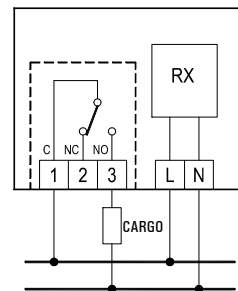

Fig. 7
- 6 Realizar las conexiones eléctricas siguiendo el esquema de conexión de Fig. 7 u 8 y el párrafo "Conexiones eléctricas".